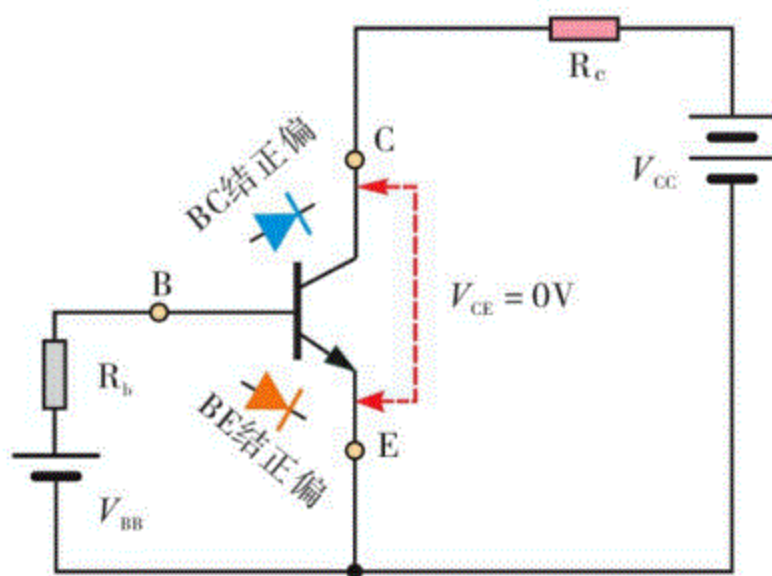
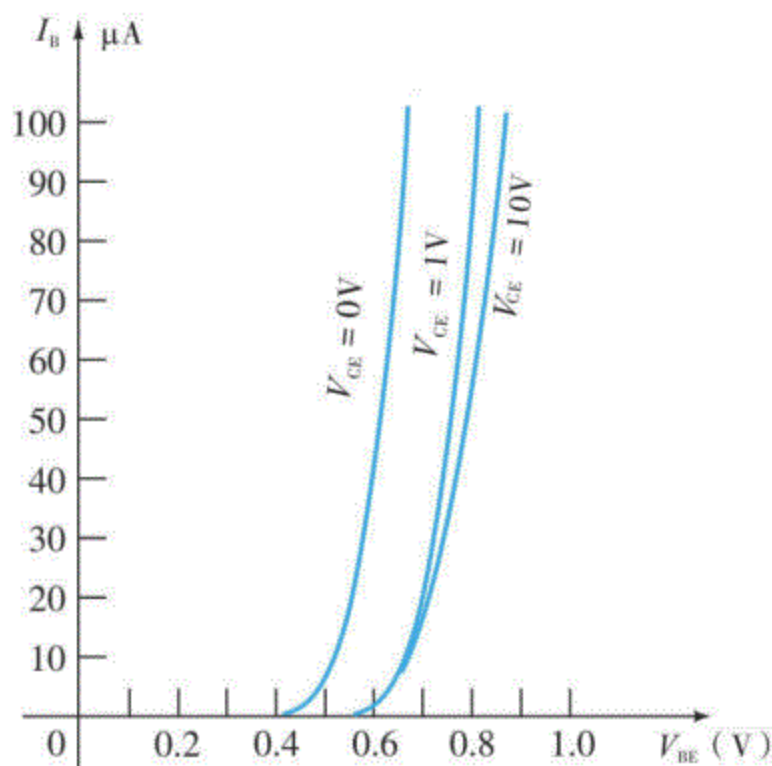

图9.22 三极管相当于两个二极管并联
图9.23 输入特性曲线
❶当三极管的 $V_{CE}=0V$ 时，三极管的发射结、集电结都正偏，三极管的发射极与集电极之间等效短路。再结合9.2.1节的内容，此时的三极管相当于两个二极管并联，如图9.22所示，其输入特性曲线相当于两个二极管并联的正向特性，如图9.23所示。